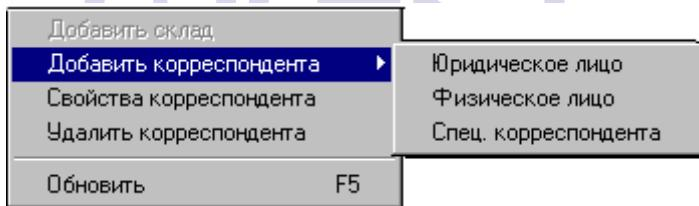

Рис. 93
- ✓ Вызовите всплывающее меню, пункт *Добавить корреспондента* (см. Рис. 93).
- ✓ Выберите тип добавляемого корреспондента, (см. Рис. 93).